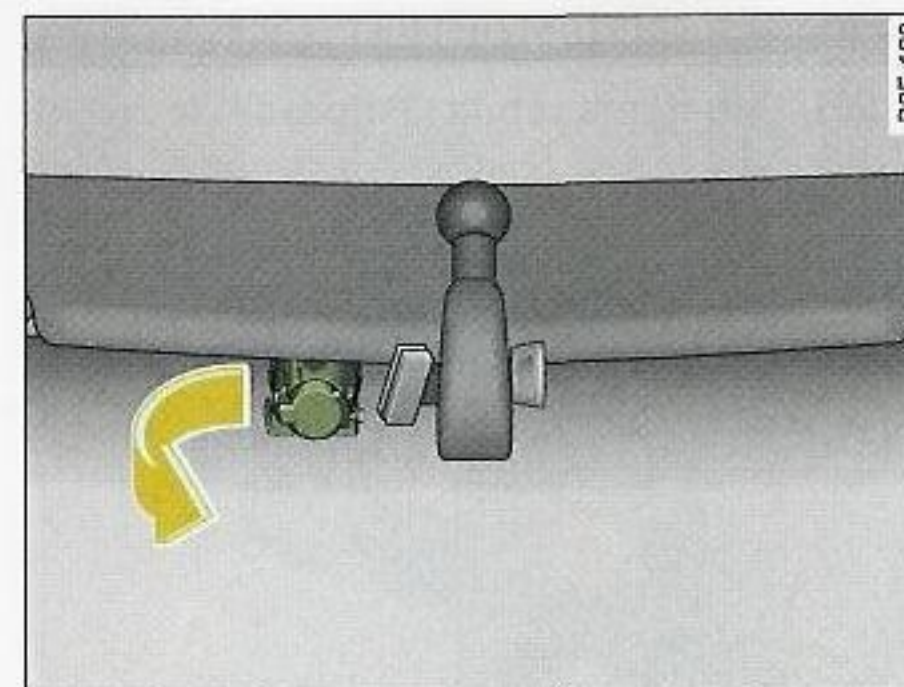

Fig. 217 Parachoques trasero: Bascular hacia abajo la toma de corriente para el remolque
- Bascule hacia abajo la toma de corriente que se encuentra bajo el parachoques para conectar los cables del remolque ⇒ fig. 217.